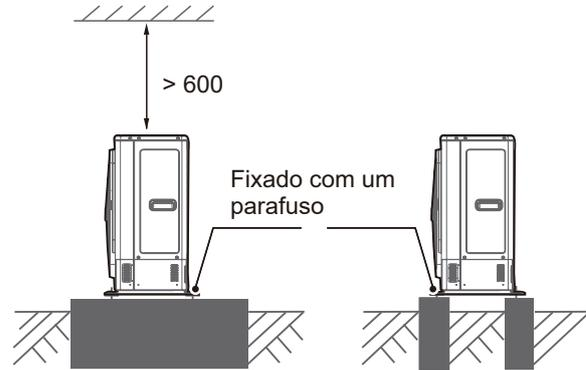

Fig. 5-1
- Faça fundações de concreto de acordo com as especificações das unidade centrais (consulte a Fig. 5-1)
- Fixe firmemente os pés desta unidade com parafusos para evitar o desmoronamento em caso de terremoto ou vento forte. (consulte a Fig. 5-1)